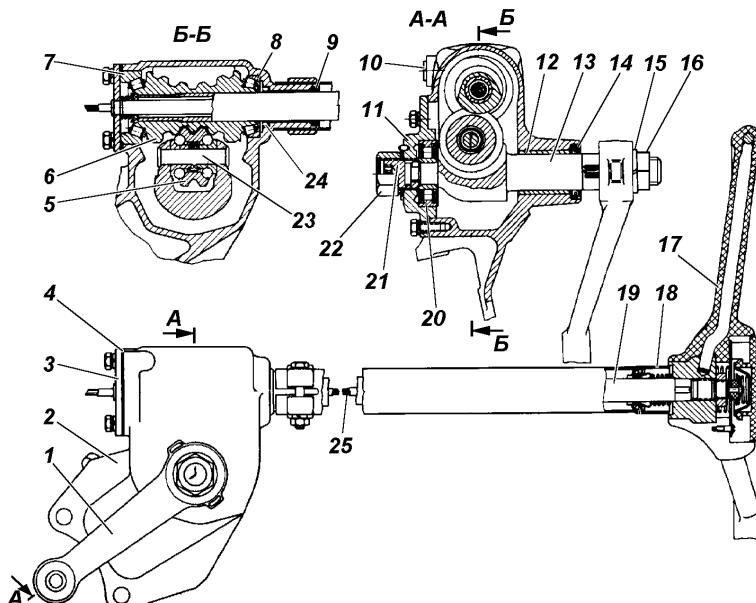

Рис. 9.27. Рулевой механизм (без ГУР):
**Регулировку затяжки подшипников червяка** автомобиля не оснащенного гидроусилителем производите с помощью прокладок 4 (рис. 9.27), установленных между картером и нижней крышкой картера рулевого механизма, в следующей последовательности:
4. Вращая регулировочный винт 21 (см. рис. 9.27) по часовой стрелке, устранит зазор в зацеплении.